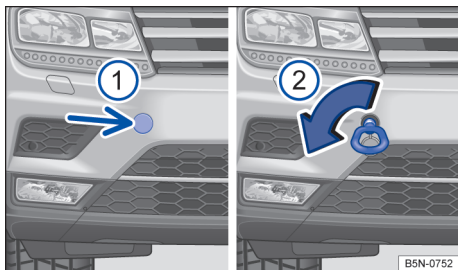

Fig. 217 No para-choque dianteiro à direita: argola de reboque.
- Girar a argola de reboque → Fig. 217 ② tão firmemente quanto possível no sentido da seta para dentro do alojamento → ①. Utilizar um objeto apropriado com o qual a argola de reboque possa ser rosqueada totalmente e com firmeza no alojamento.
O alojamento para a argola de reboque rosqueável está localizado à direita do para-choque dianteiro, atrás de uma cobertura → Fig. 217.
- Pressionar na área lateral da cobertura → Fig. 217 ① (seta) para soltar o encaixe da cobertura.